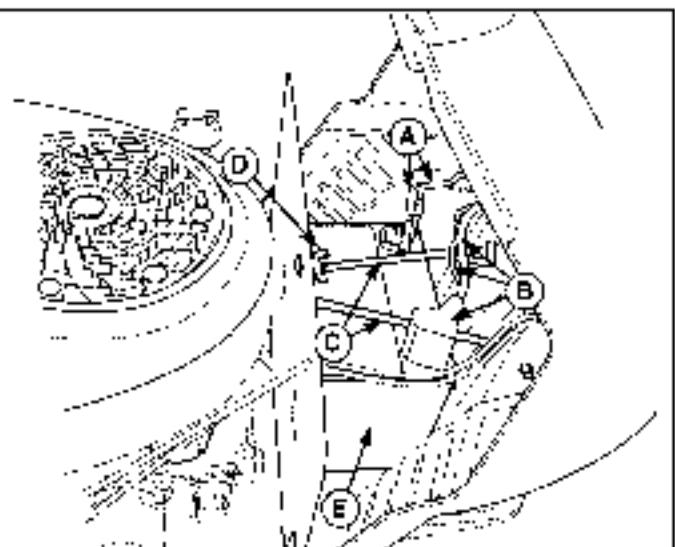

Figura 9. Mantenimiento de la batería
1. Desconecte los cables de la batería, los negativos primero (A - Figura 9) y, luego, los de la tapa y los positivos (B).